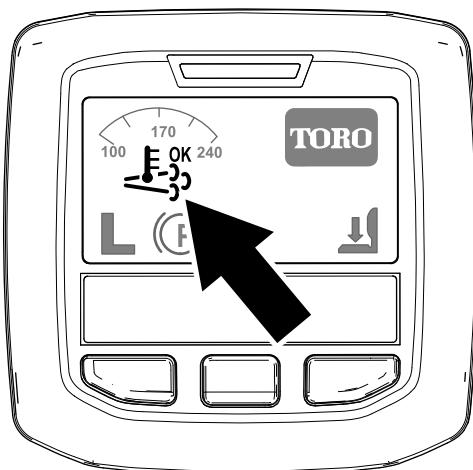

Bild 40
- Das Symbol für die unterstützte bzw. Rücksetzen-Regenerierung wird im InfoCenter angezeigt (Bild 40).